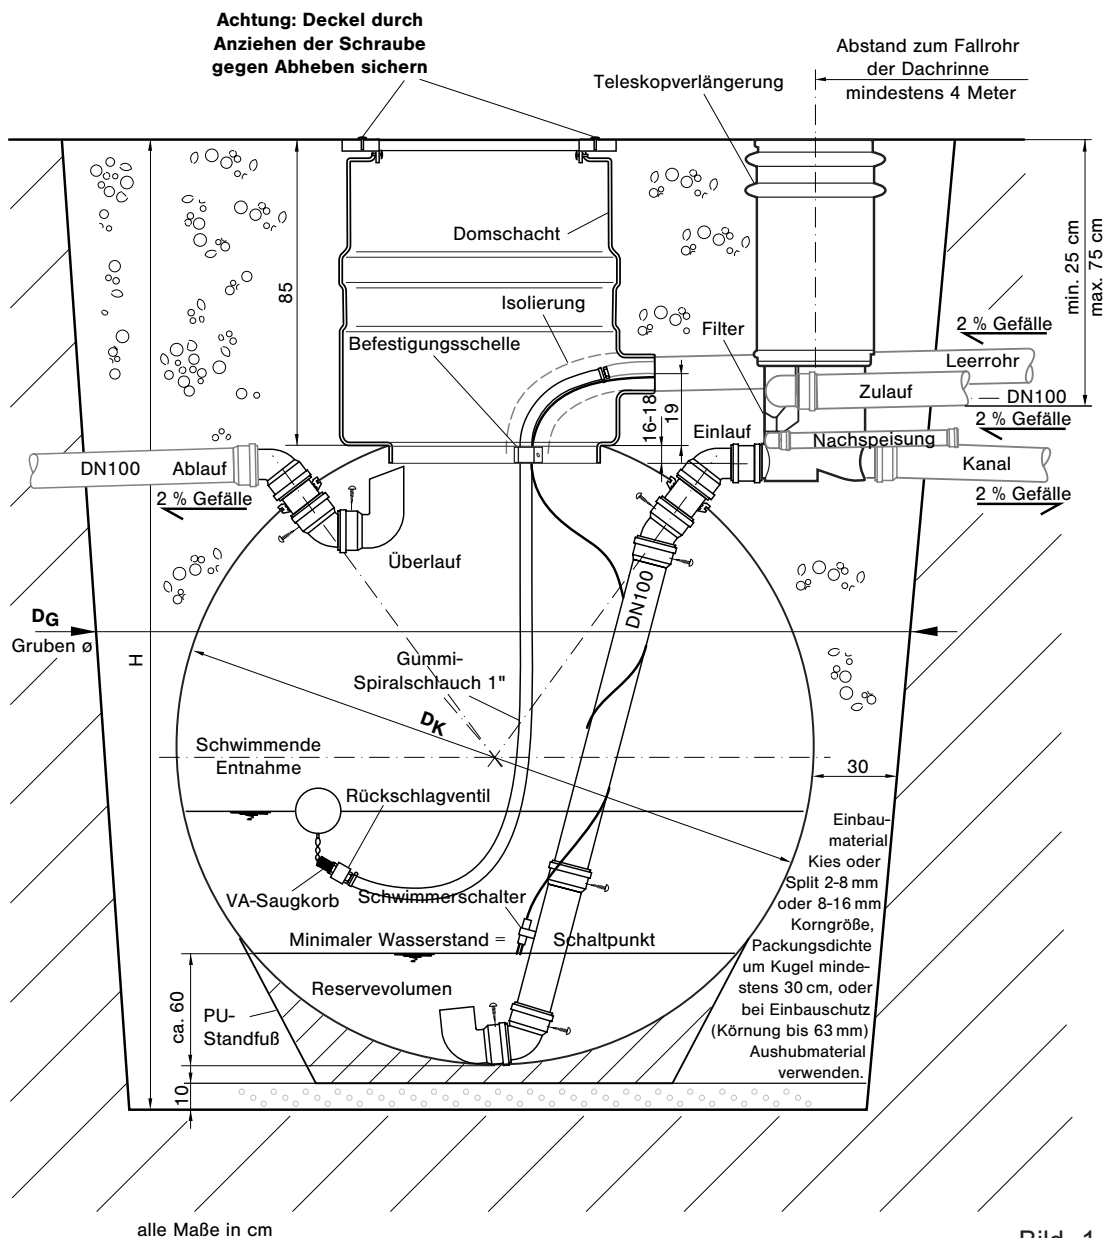
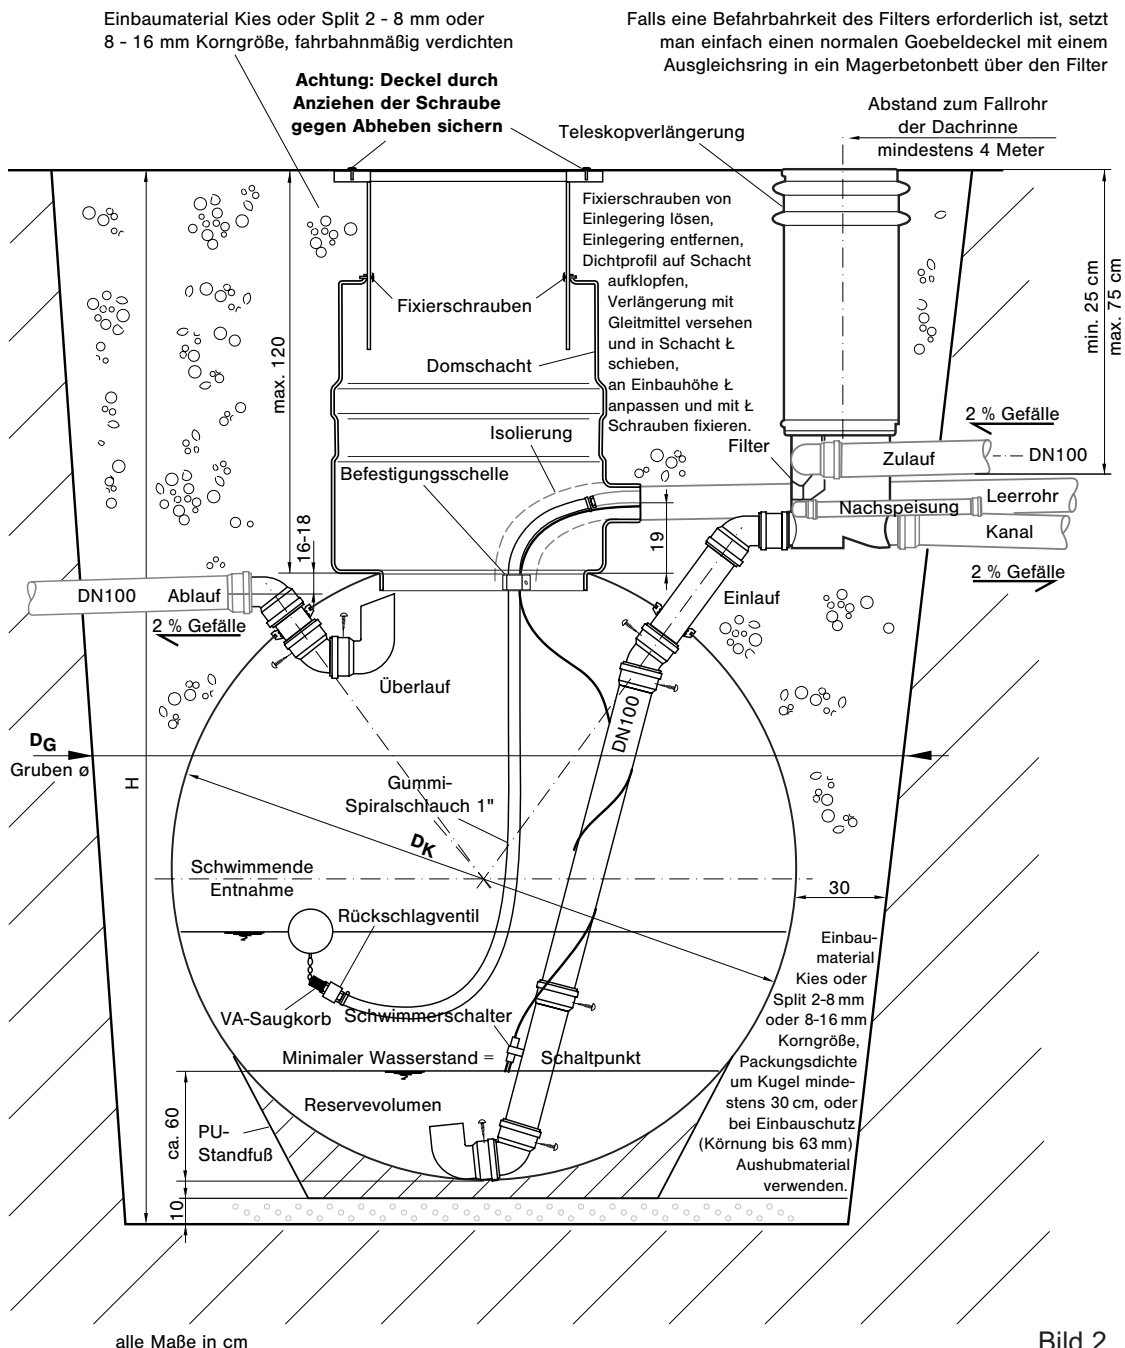

Bild 1
Bild 2
Der Einbau der Kugel begehbar ist in Bild 1 dargestellt, der Einbau PKW-befahrbar in Bild 2.
- Bei Verkehrslasten, die höher sind als Lasten durch Personen ist die PKW-befahrbare Ausführung heranzuziehen, siehe Bild 2.
- Einlauf entsprechend Bild 1/2 einbauen und jede Verbindung mit einer Edelstahlschraube sichern.
Weitere Verrohrung der Nachspeisung mit handelsüblichen HT-Rohren DN 50 zum Zulauf des Tanks, siehe Bild 1.
Den Sensor am Kabel mit einer Klemmschelle am Einlaufrohr befestigen, siehe Bild 1/2. Die Einbauhöhe ist abhängig von dem Reservevolumen, das Ihre Anlage haben soll. Wir empfehlen die Befestigung 600 mm überhalb der Tanksohle, damit der Schwimmerschalter min 120 mm freihängend nach unten Platz hat.